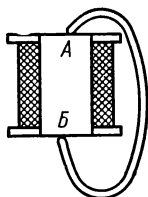
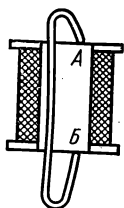
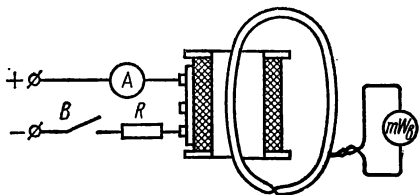

Рис. 2.38
Рис. 2.39
Рис. 2.40
При включении и выключении постоянного тока катушки (рис. 2.40) в витках магнитного пояса наводится э. д. с. Отклонение подвижной системы миллиамперметра пропорционально магнитному напряжению между двумя точками, в которых находятся концы пояса.
2. На рис. 2.38 показано положение пояса для измерения магнитного напряжения между точками *А* и *Б* по внешней линии, а на рис. 2.39 — по внутренней линии. Если концы пояса соединить вместе, то получим замкнутый контур (см. рис. 2.40) и по миллиамперметру можно будет измерить намагничивающую силу.
1. Используя катушку индуктивности с известным числом витков, собрать цепь для измерения намагничивающей силы (см. рис. 2.40) и показать ее преподавателю для проверки.
4. Измерить магнитное напряжение между точками А и В вне и внутри катушки (рис. 2.38 и 2.39) для одного из значений силы тока п. 3 программы работы.